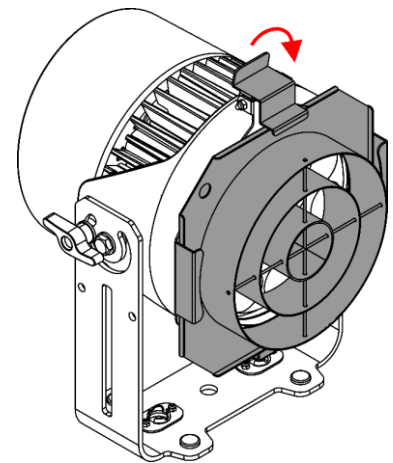

Fig. 14
- 04) Tire del clip de retención con resorte del soporte de accesorios hacia abajo (Fig. 14). El Top Hat quedará sujeto en su lugar.